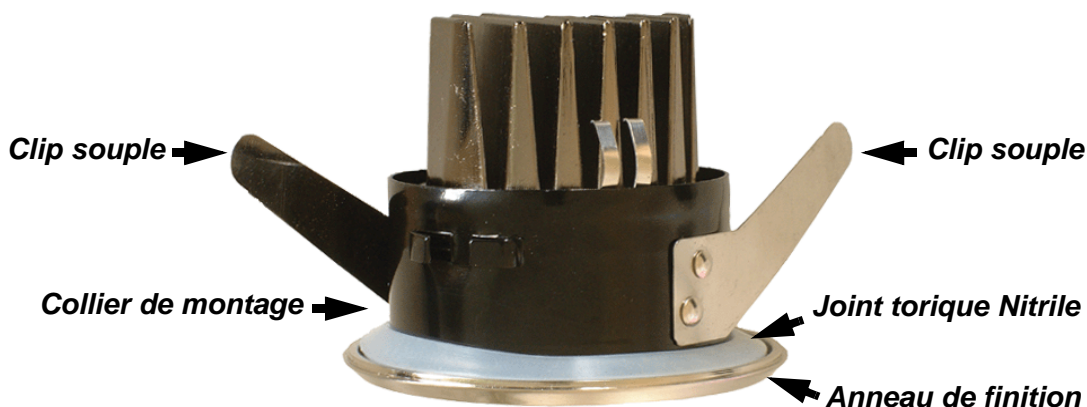

Figure 1: Collier de montage pour plaques de plâtre
1. Voir Figure 1. Vérifiez que l'anneau de finition est correctement fixé sur le projecteur et que le premier joint nitrile est bien positionné dans la gorge de l'anneau de finition.
2. Clipez l'anneau de montage pour parois de plâtre sur le projecteur et installez le second joint nitrile (repéré sur la Figure 1) autour du collier de montage pour prendre le collier en sandwich entre les deux joints.